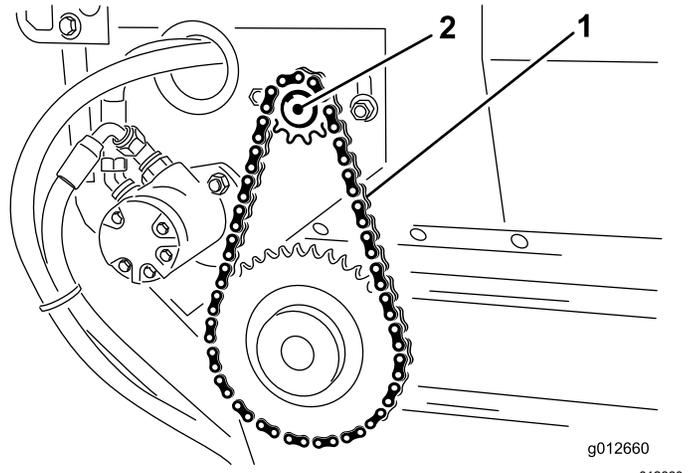

图19
3. 拧松将马达和链轮总成固定到主机架的螺栓和螺母 图19。
4. 旋转安装槽内的马达和链轮总成 图19 直至输送带链偏转 3.2mm。
5. 旋紧安装螺栓 图19。